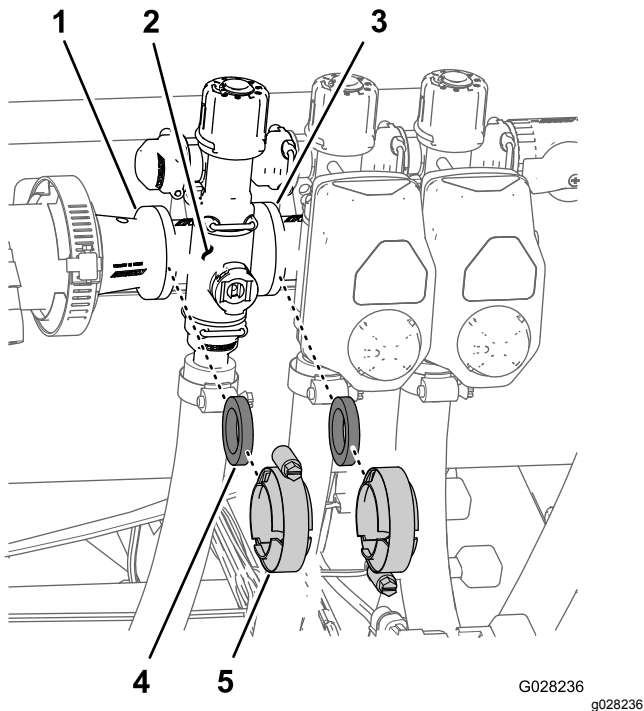

図 99
1. 図 99 のように、個別ブームバルブのマニホールドを隣接する個別ブームバルブ左ブームの場合はリデューサカップリングに固定しているクランプとガスケットを外す。